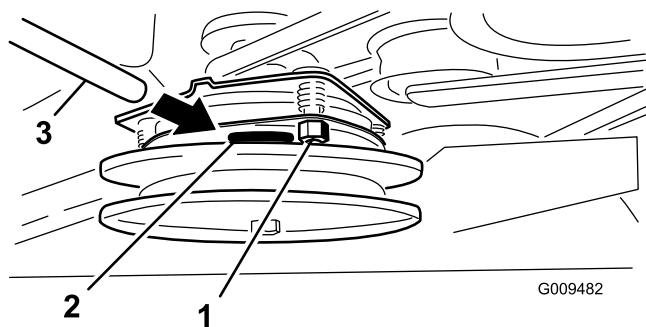

Figura 58
2. Si no es correcto, ajuste el entrehierro a 0,381 mm (0,015 pulgadas) en cada una de las tres posiciones de la ranura de ajuste. Apriete las contratuercas hasta fijar ligeramente la galga pero dejando que ésta se pueda mover con facilidad en el entrehierro (Figura 58).